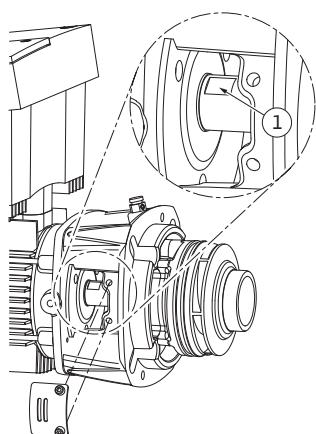

Fig.52: Avainpinnat akselissa
15. Vie kiintoavain, paras avainväli 22 mm, tiivistelaipan ikkunan sisään ja pidä akselia avainpintojen välissä (Fig. 52, kohta 1). Kierrä juoksupyörän mutteri (Fig. 7, kohta 15) ulos. Juoksupyörä (Fig. 7, kohta 16) irtoaa automaatisesti akselista.